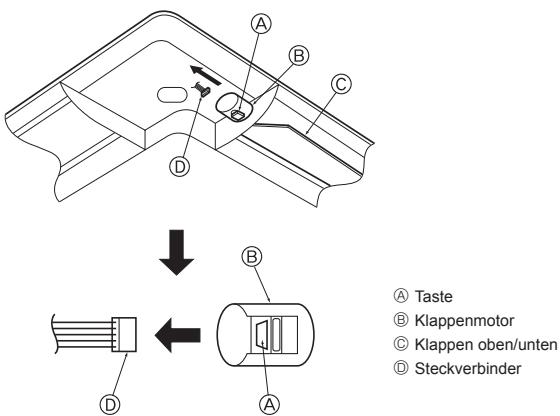

Fig. 5-17
5.4. Verriegelung der Richtung des Luftstroms nach oben/nach unten (Fig. 5-17)